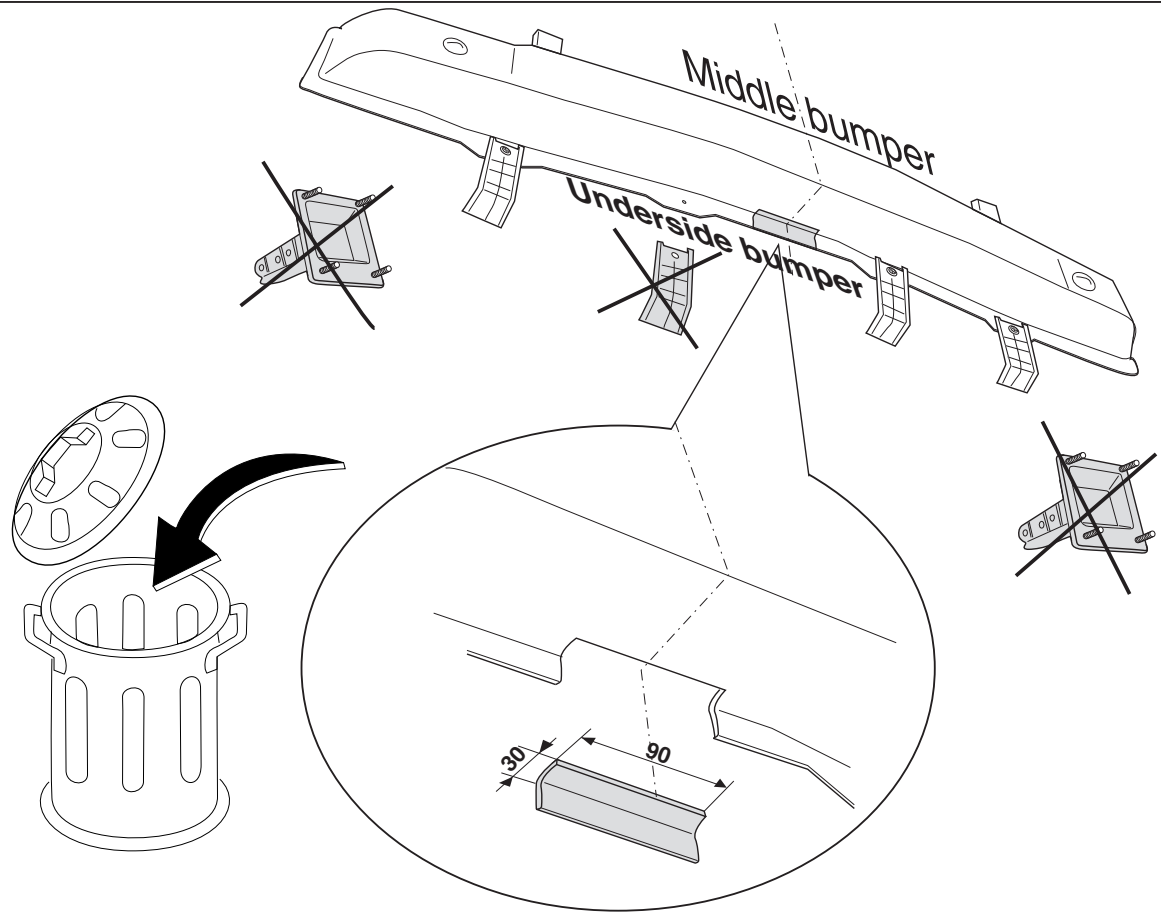

Fig.1
1. Frilägg golvplåten. Demontera bakpanelerna. ur bagageutrymmet. Lossa sidopanelerna och slå dem inåt. Demontera bakljusmodulerna. Demontera kofångaren. Demontera kofångarens innanmäte inklusive stagen. Demontera stagen från innanmätet. (fig. 1), Såga ut delarna enligt fig. 1.
1. Fjern alt fra bilens understel. Demonter bagpanelerne fra bagagerummet. Løsn sidepanelerne og vip dem indad. Afmonter baglygteenhederne. Afmonter kofangeren. Afmonter den indre del af kofangeren inkl. støtteanordningerne. Afmonter støtteanordningerne fra den indre del af kofangeren. (fig. 1), Sav ifølge figur 1 de markerede dele ud.
Desprender los paneles laterales y volcarlos hacia adentro. Desmontar las unidades de las luces traseras. Desmontar el parachoques. Desmontar el armazón interior del parachoques inclusive los soportes. Desmontar los soportes del armazón interior del parachoques. (fig. 1), Serrar las partes indicadas en la fig 1.
1. Liberare il fondo del bagagliaio. Smontare i pannelli posteriori dal bagagliaio. Staccare i pannelli laterali e piegarli verso l'interno. Smontare i gruppi dei fari posteriori. Smontare il paraurti. Rimuovere l'anima del paraurti, inclusi i sostegni. Smontare i sostegni dall'anima del paraurti. (fig. 1), Segare via le parti indicate in figura 1.
1. Usunąć wszystko z powierzchni bagażnika, Wymontować tylne panele z bagażnika. Poluzować panele boczne i wcisnąć je do środka. Zespół oświetleniowy oraz zderzak zdemontować. Wzmocnienie zderzaka odkręcić. Od wzmocnienia należy zdemontować mocowanie. Małe mocowanie rys.1. znajdujące się po lewej stronie od środka zderzaka usunąć. Wypilować zgodnie z rysunkiem 1 wskazane odcinki.